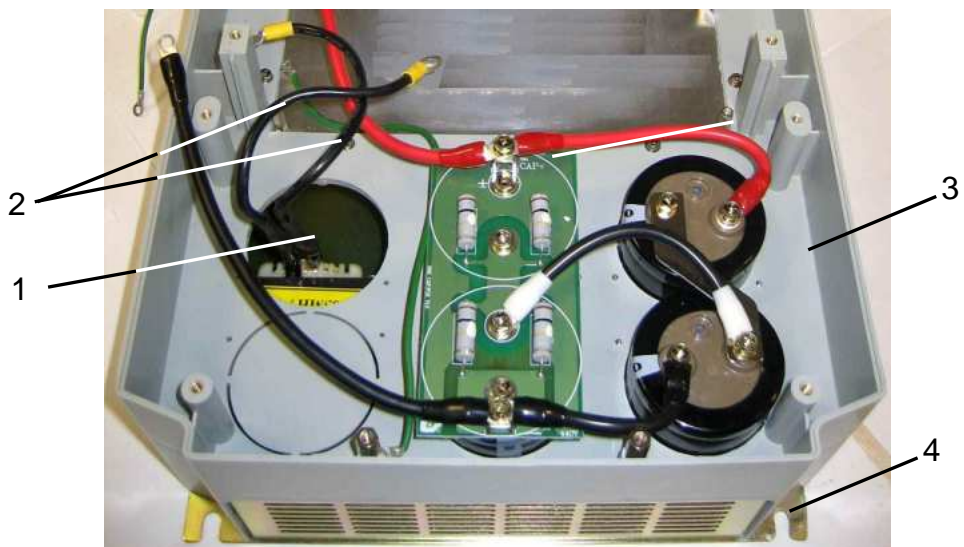

Рис. 7.7
7.4.1. Продеть в отверстие 1 (рис. 7.7) нижней части корпуса провода 2 реактора.
7.4.2. Установить на нижнюю часть корпуса 3 основание 4 (рис. 7.7).